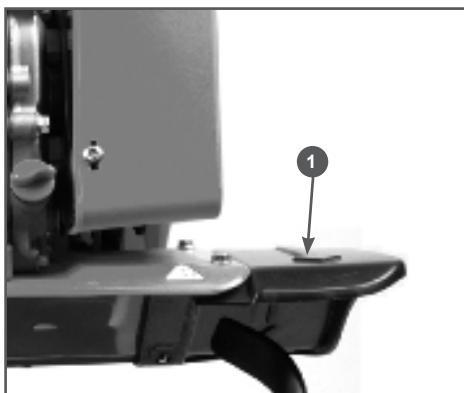

Рис. 5 Установка защитных крыльев
- Установите на мотокультиватор защитные крылья 1 и закрепите их с помощью болтов и гаек (Рис. 5).